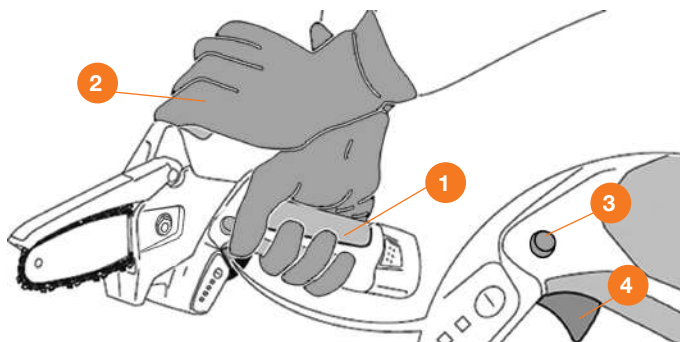

Рис. 13
Перед включением двигателя держите пилу двумя руками, одной рукой зажмите рукоять управления **1**, а второй рукой **2** крепко обхватите верхнюю рукоятку (Рис. 13).
3. Отпустите кнопку блокировки включения **3**, продолжая держать нажатым клавишу выключателя **4**, для проведения работы с пилой (Рис. 13).